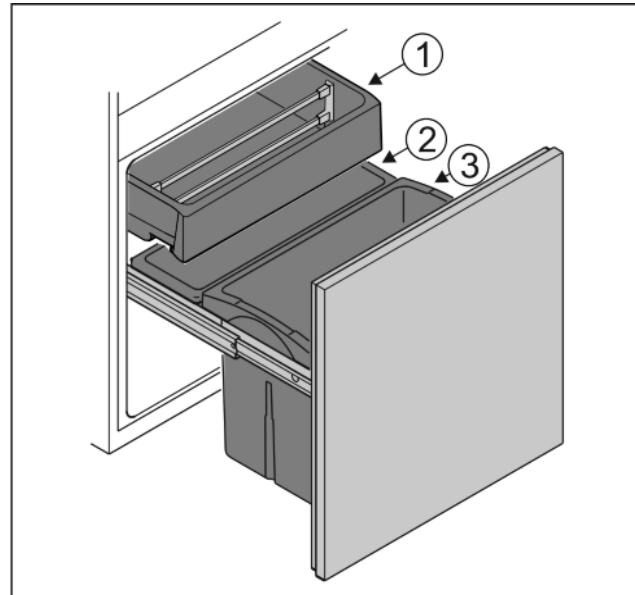

Fig. 4
- Резервуар *Fig. 4 (1)*: Вложить не упакованные южные фрукты и овощи.
- Резервуар *Fig. 4 (2)*: Вложить не упакованные мелкие фрукты и овощи.
- Резервуар *Fig. 4 (3)*: Вставить отдельные бутылки.